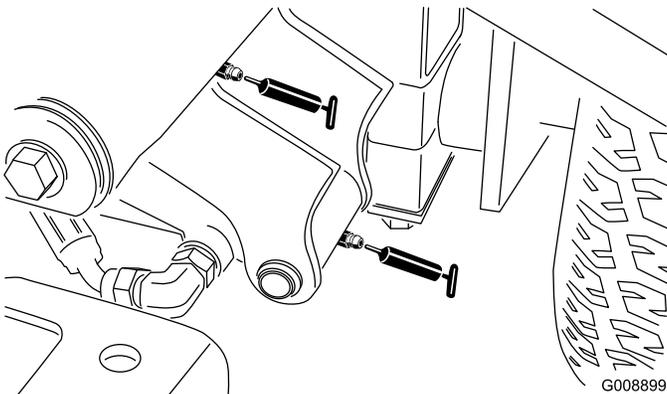

図 33
- ・ 左前昇降アームのピボット昇降シリンダ (2ヶ所) (図 33)